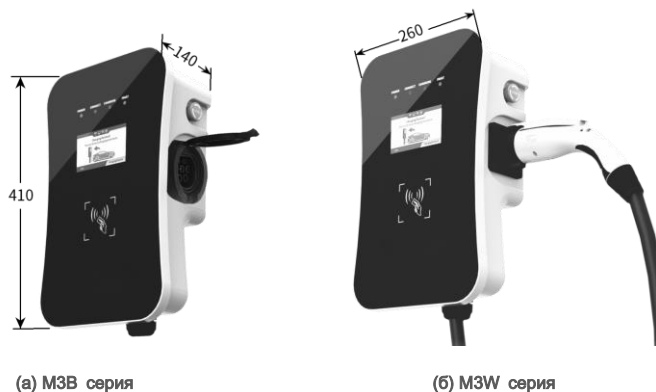

Рис. 4-1. Форма и размеры М3В / М3W
- Зарядные станции серий М3В и М3W имеют одинаковый корпус. Форма и размеры зарядной станции показаны на Рис. 4-1.